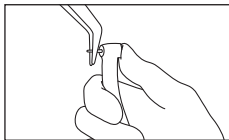

Fig. 10
- 2) Remove the bur. (Fig. 10)